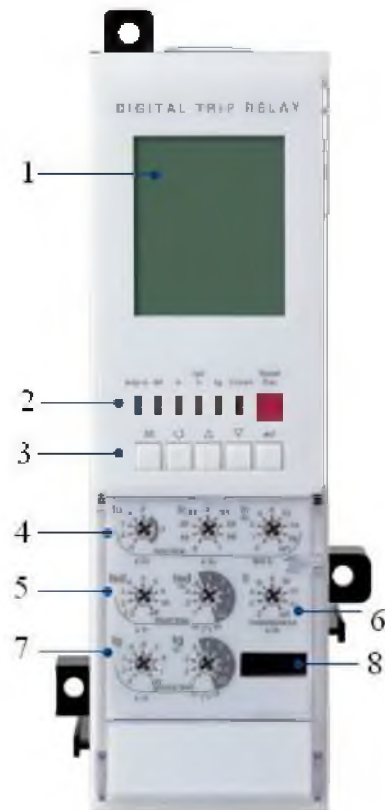

Рисунок 20 - Микропроцессорный расцепитель типа А: с измерением тока
2.1.2 Микропроцессорный расцепитель типа А: с измерением тока (рисунок 20).